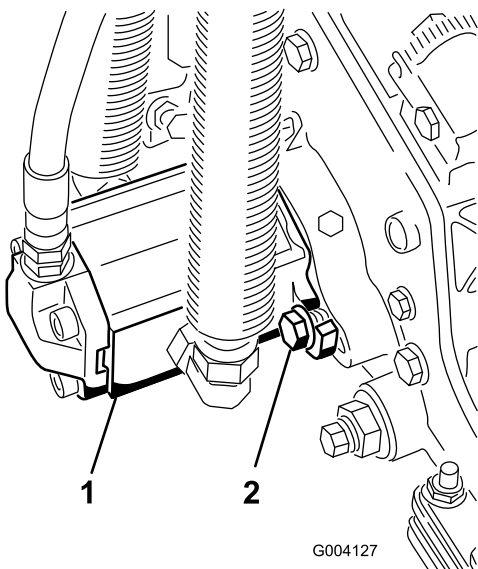

図 20
- 17. モータを手を持ち、右回りにひねってモータのフランジをボルトから逃がしながら、キャップスクリュにモータをセットする(図 20)。